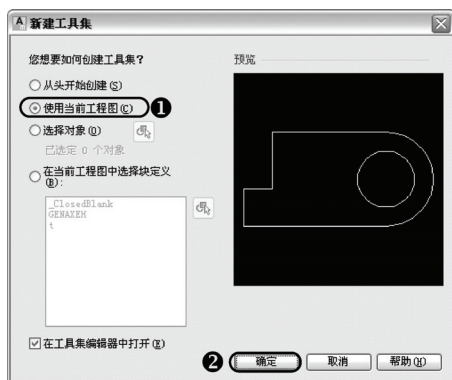

图 10-13 “新建工具集”对话框
2) 执行“新建工具集”命令（amcontentadd），在弹出的“新建工具集”对话框中选择“使用当前工程图”选项，单击“确定”按钮，进入到“工具集编辑”模式，如图 10-13 所示。